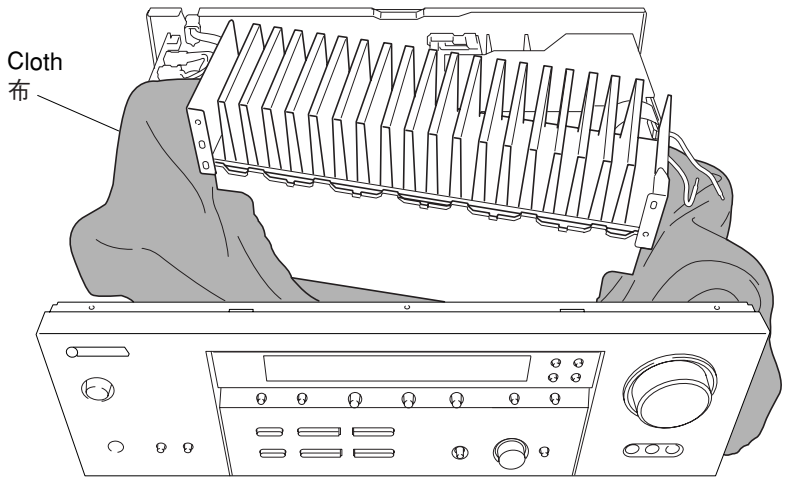

Fig. 6
- Put a Cloth over the equipment. Put the MAIN (1), (5), (7) and POWER (1) P.C.B.s together with the heat sink upright on the Cloth and check them. (Fig. 6)
- 布を敷きます。その上にMAIN (1)、(5)、(7)、POWER (1) P.C.B.をヒートシンクと一緒に立ててチェックします。